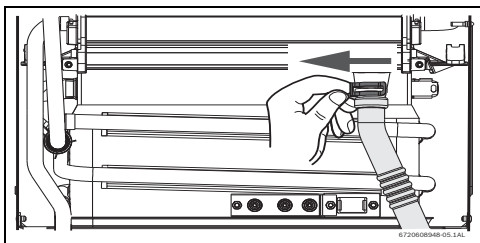

Fig. 28
- Retirar el clip y soltar la extremidad del tubo de condensados, consultar (Fig. 28).